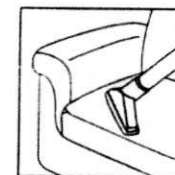

Рис.4
- Щетка для мебели: используется для чистки мягкой мебели (Рис.4).